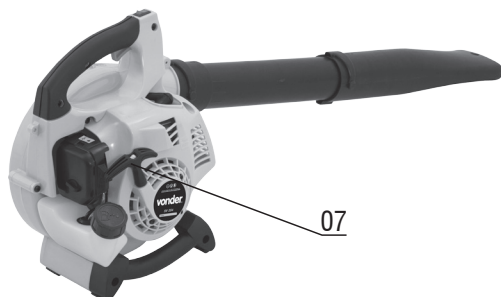

Fig. 6 – Manípulo da partida manual retrátil.
Puxe o manípulo da partida manual retrátil (7), Fig. 6, levemente até sentir a resistência do motor, então puxe fortemente.